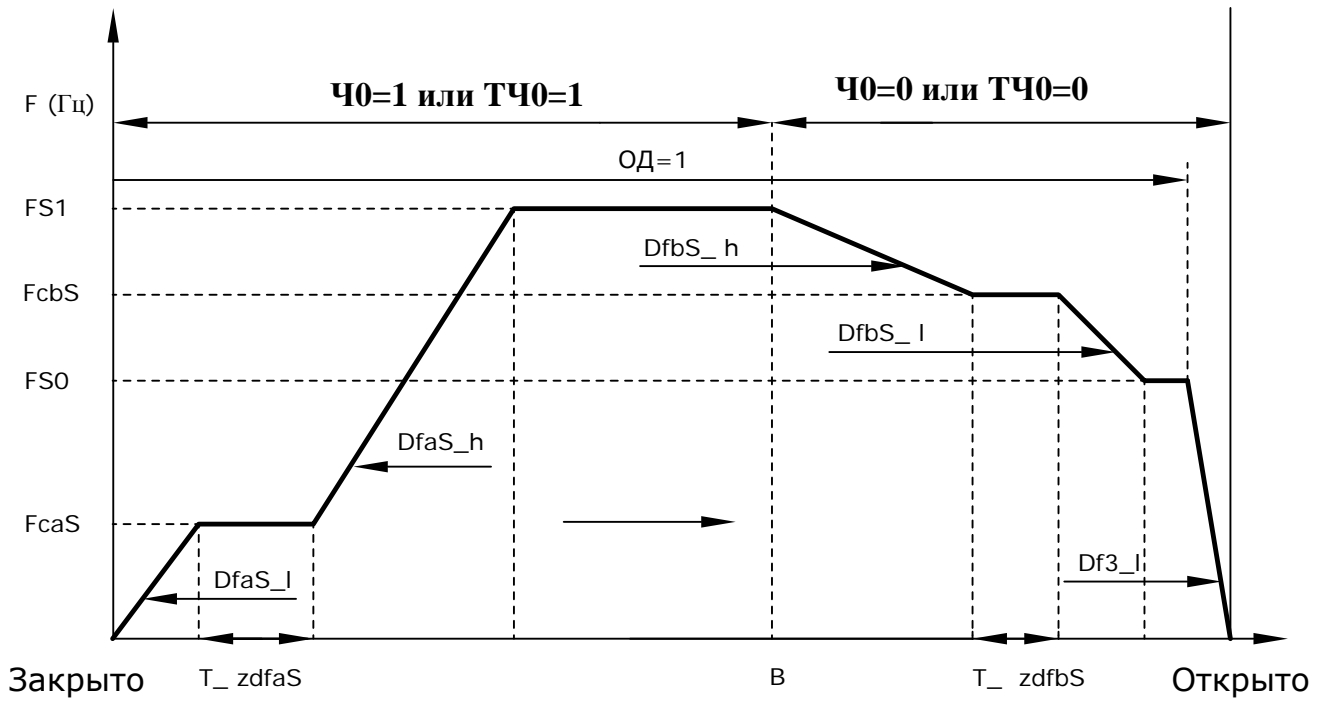

Рис. 8. Диаграмма открытия по таблице 2 для лифтовых дверей.
3.9.6.1. Примеры диаграмм открытия и закрытия лифтовых дверей согласно **таблице 2** показаны на **рис. 8, 9** соответственно. Все обозначения соответствуют **таблице 2**.